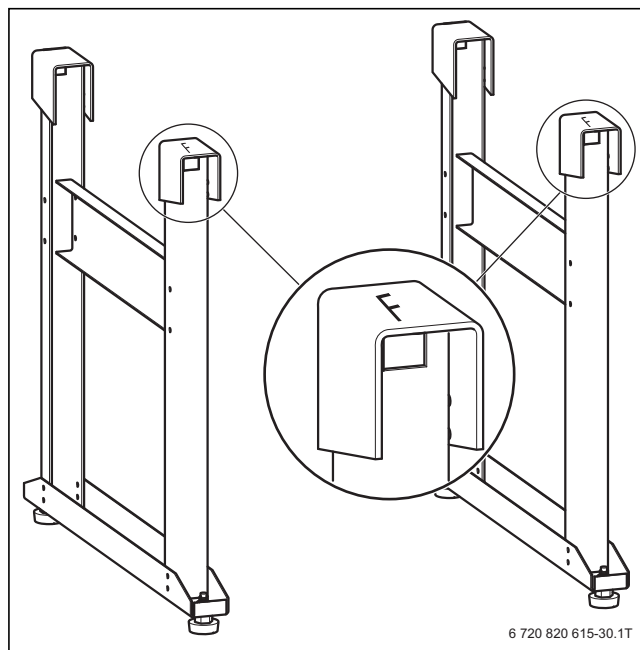

Bild 34 Kennzeichnung F an den BefestigungsfüÙen
- Montagerichtung des Gestells beachten: Die Seite, an der ein „F“ in die BefestigungsfüÙ gestanzt ist, muss mit der Ausblasseite übereinstimmen (→ Bild 34).